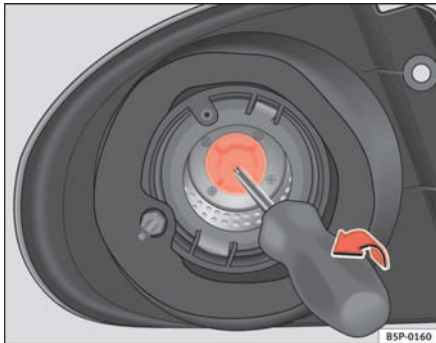

Abb. 184 Blinklicht
- Die Fassung des Blinkers mit einem Schraubenzieher in Pfeilrichtung herausnehmen (siehe ⇒ Abb. 184).